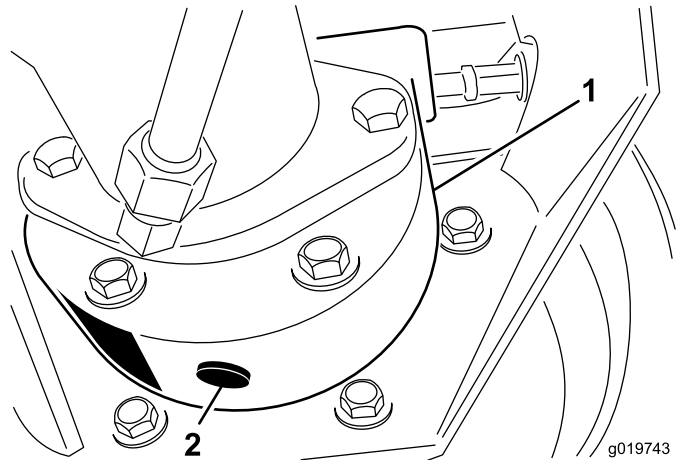

图 67
3. 将放油盘放在制动器箱下面取出排油塞让油排出 (图 67)。